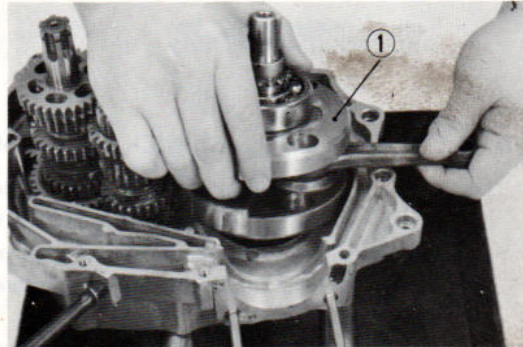

Fig. 83 Dépose du vilebrequin
- 7) Supporter légèrement le carter droit, frapper sur le vilebrequin par côté et séparer le vilebrequin du carter. (Fig. 83)